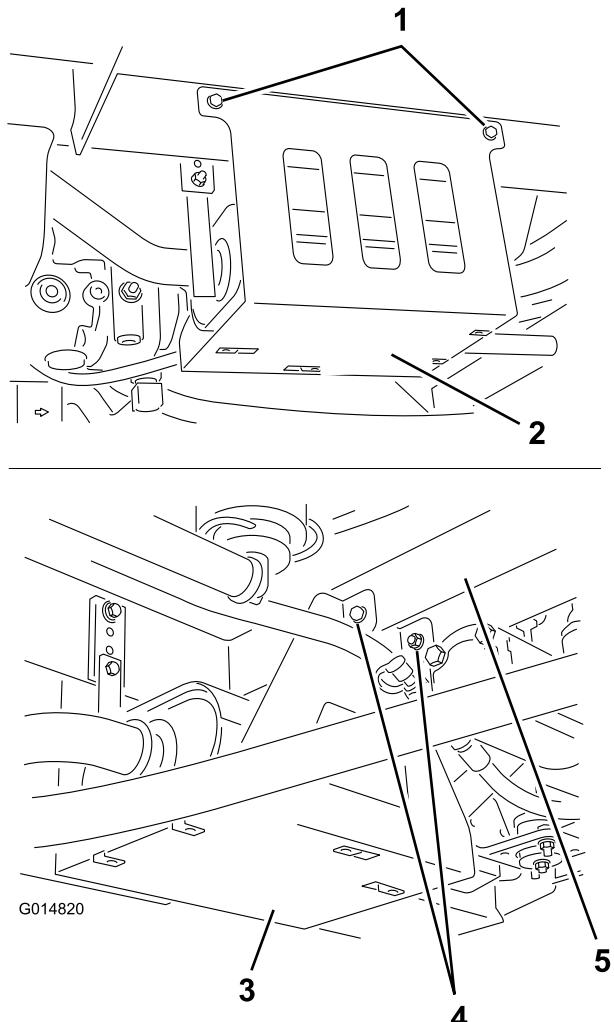

Рисунок 2
2. Прикрепите теплозащитный экран глушителя к раме и крестовине двумя самонарезающими болтами, двумя болтами с шестигранной головкой и шестигранными гайками с фланцем (Рисунок 2).